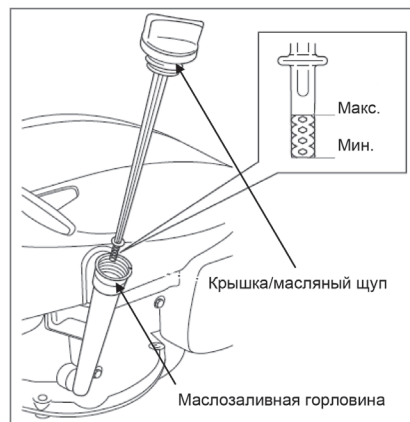

Рис. 15
- Вставьте щуп в маслозаливную горловину, не закручивая его, и снова извлеките щуп. Проверьте уровень масла. Он должен находиться между максимальной и минимальной отметкой контрольного щупа ближе к верхней отметке (рис. 15). В случае необходимости медленно долейте моторное масло, подождите одну минуту, а затем снова проверьте уровень масла.